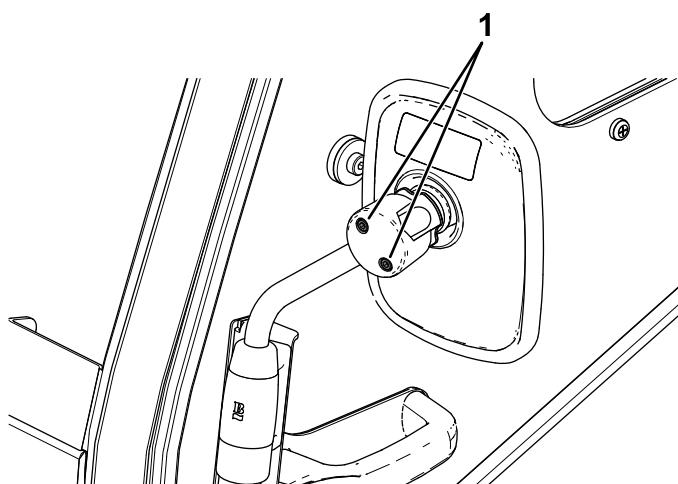

Figure 7
9. Serrez les vis au dos du rétroviseur pour fixer le rétroviseur au bras (Figure 7).